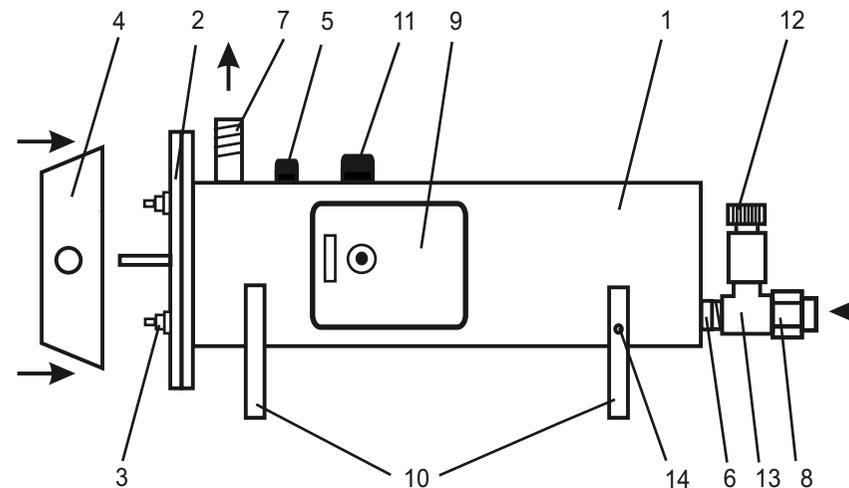

Рисунок 1.
4.1 Водонагреватели ЭПВН-7,5; -9,45; -12; -15; -18; -24; -30 (рис.1) состоят из следующих основных частей: корпуса (1) с входным (6) и выходным (7) патрубками G½; секции, состоящей из крышки (2), с одним (ЭПВН 7,5) или тремя (ЭПВН-9,45;-12;-15;-18;-24;-30-1) трубчатыми электронагревателями (ТЭН) (3) из нержавеющей стали; датчика терморегулятора (5); аварийного термовыключателя (11). Выводы ТЭНов закрыты защитным кожухом (4)